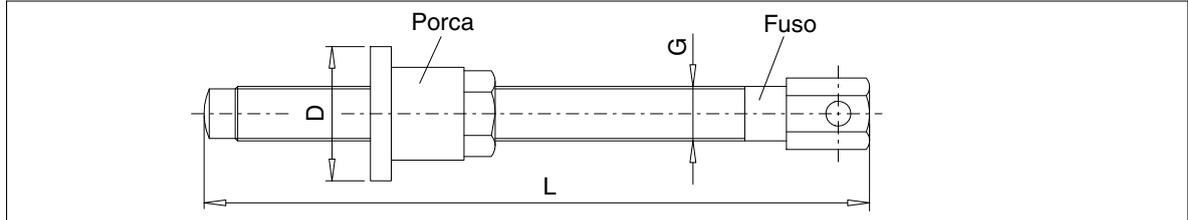
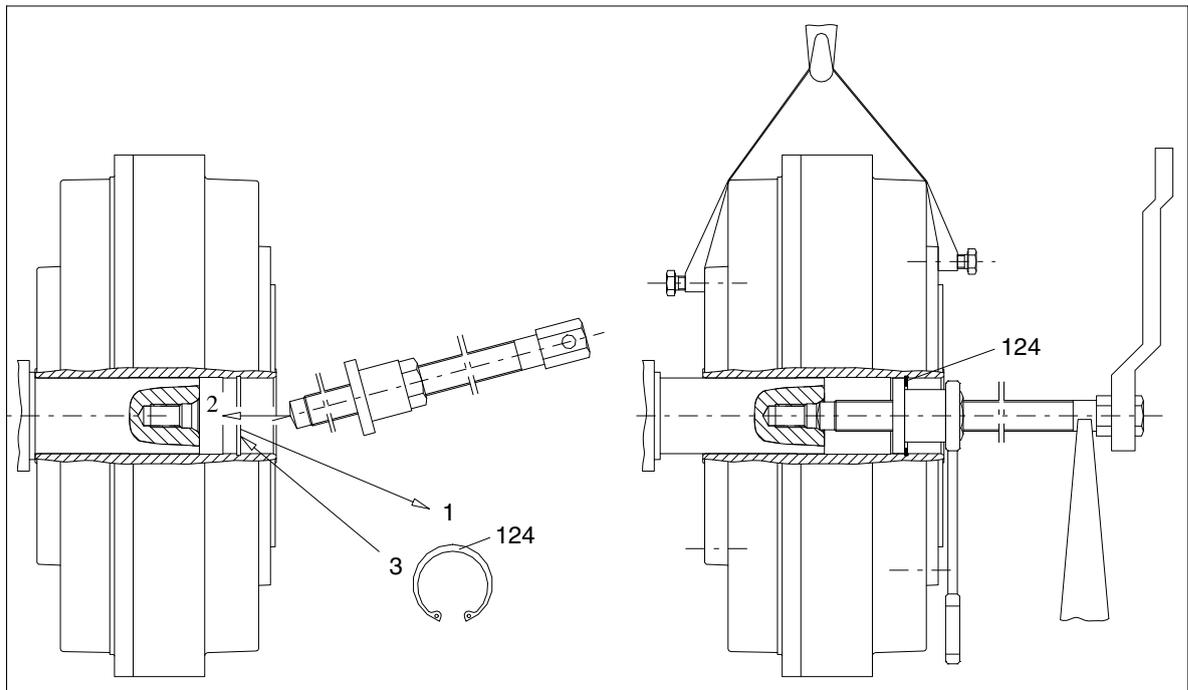

Figura 12: Desmontagem dos tamanhos 222 até 342 -a
Figura 13: Desmontagem dos tamanhos 222 até 342 -b
A extracção do acoplamento poderá ser efectuada, se necessário, com a ajuda de um dispositivo de extracção como o ilustrado na Figura 12. Durante esta operação, introduzir o fuso com a porca de extracção de forma a que o colar (D) da porca de extracção fique atrás da marcação para o anel de segurança (124) (Figura 13). Para evitar a gripagem do fuso, deve aplicar-se um lubrificante (por ex. Molykote) na superfície de compressão e na rosca.